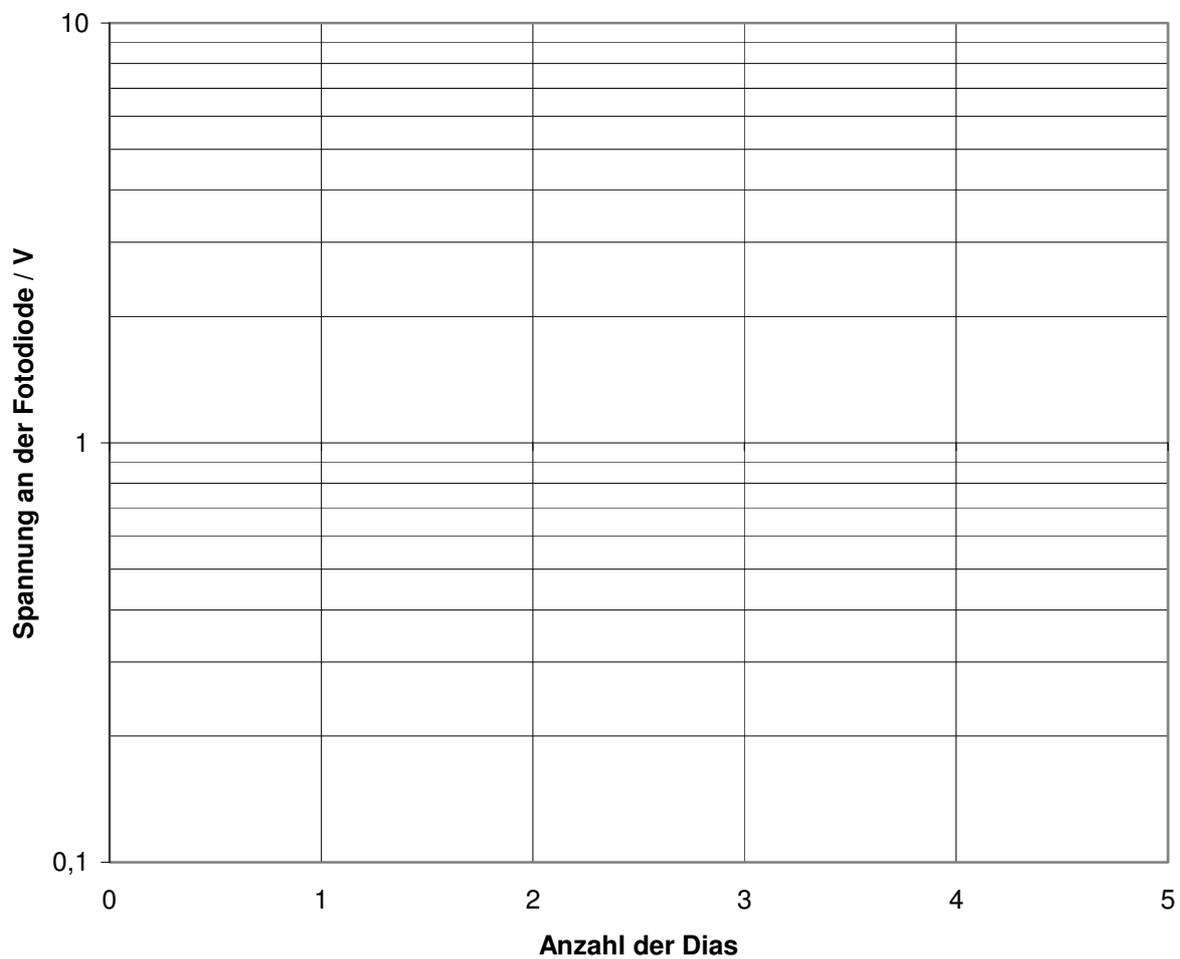

Abb. 3: Graphische Darstellung des Spannungsverlaufs bei zunehmender Anzahl der Graufilter (Halblogarithmisches Koordinatensystem).
- Tragen Sie die Messwerte in das halblogarithmische Koordinatensystem (Abbildung 3) ein, ebenfalls mit einer Ausgleichskurve.